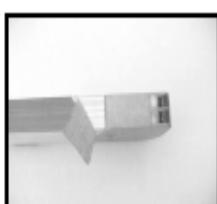

Abb. 4.3c
- Entfernen Sie das alte Teflonband und reinigen Sie den Schweißbalken (Abb. 4.3c).